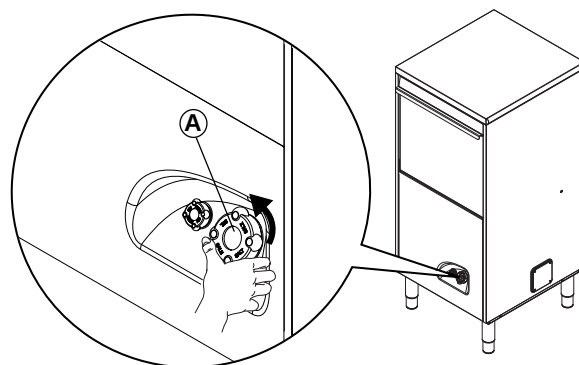

Fig. 23
- Skru låget af beholderen "A" (Fig. 23) ved at dreje det i retning mod uret.